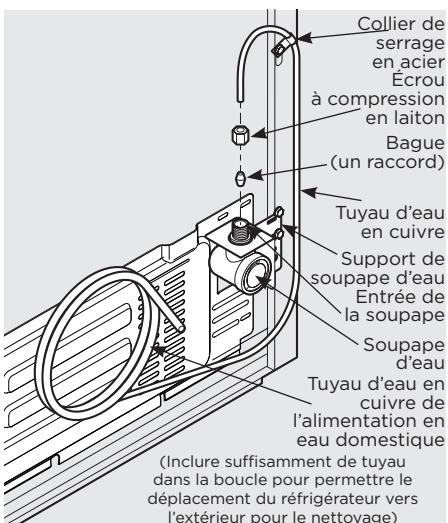

Figure 1
- Si vous utilisez un tuyau en cuivre : Faire glisser l'écrou de compression en laiton, puis placer la bague (un raccord) sur la conduite d'alimentation en eau. Pousser le tuyau d'alimentation en eau dans l'entrée de la soupape du robinet aussi loin que possible (6,4 mm/¼ po). Faire glisser la bague (un raccord) dans l'entrée de la soupape et serrer à la main l'écrou de compression sur la soupape. Serrer un autre demi-tour avec une clé. NE PAS trop serrer. Consultez la figure 1.